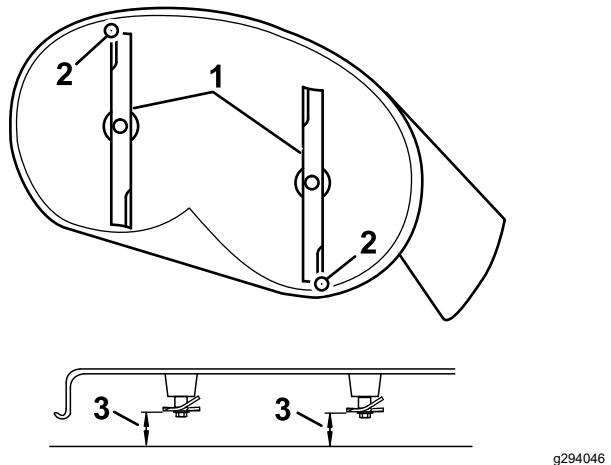
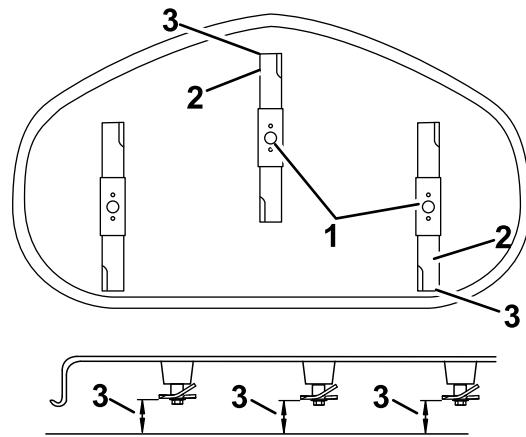

Bild 66
Bild 67
4. Drehen Sie die Messer vorsichtig, sodass sie in Längsrichtung zeigen (Bild 66).
5. Messen Sie zwischen der Messerspitze vorne und hinten und der flachen Oberfläche (Bild 66 oder Bild 67).
- Überprüfen Sie nach dem Einstellen erneut die Neigung in Längsrichtung. Stellen Sie die Mutter ein, bis die vordere Messerspitze um 1,6 mm bis 7,9 mm tiefer liegt als die hintere Messerspitze (Bild 66).